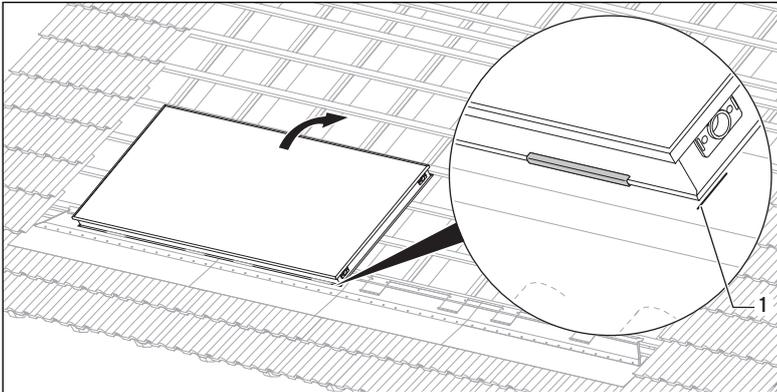

Abb. 5.12 Linken Kollektor einsetzen
- Schrauben Sie den Kollektor an jeder Seite mit jeweils 2 der mitgelieferten Halfter (→ **Tab. 5.1/5.3, Pos. 31**) und Schrauben Nr. 2 (→ **Tab. 5.2/5.4**) mittels Torx-Bit an den Dachlatten fest. Die gefalzte Seite (1) des Halfters muss dabei vom Kollektor weg zeigen.
- Achten Sie darauf, dass die abgeschrägte Seite (2) des Halfters über den Kollektorrand greift.
- Montieren Sie auf die vorgenannte Weise (→ **Abb. 5.12 bis 5.18**) die Kollektoren für die gesamte senkrechte Kollektorreihe.